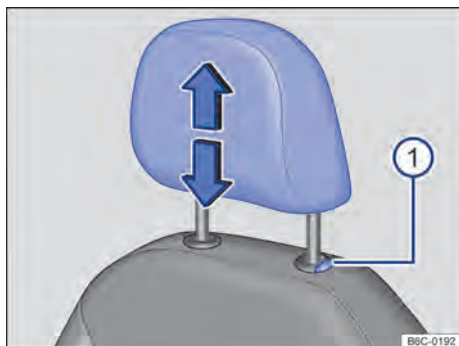
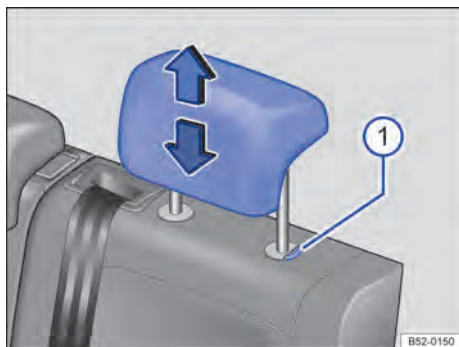

Fig. 65 Apoio para cabeça dianteiro: ajustar.
Fig. 66 Apoio para cabeça traseiros: ajustar.
- Deslocar o apoio para cabeça para cima ou para baixo na direção da seta com o botão → Fig. 65 ❶ ou → Fig. 66 ❶ pressionado → ▲ em *Introdução ao tema* na página 84.